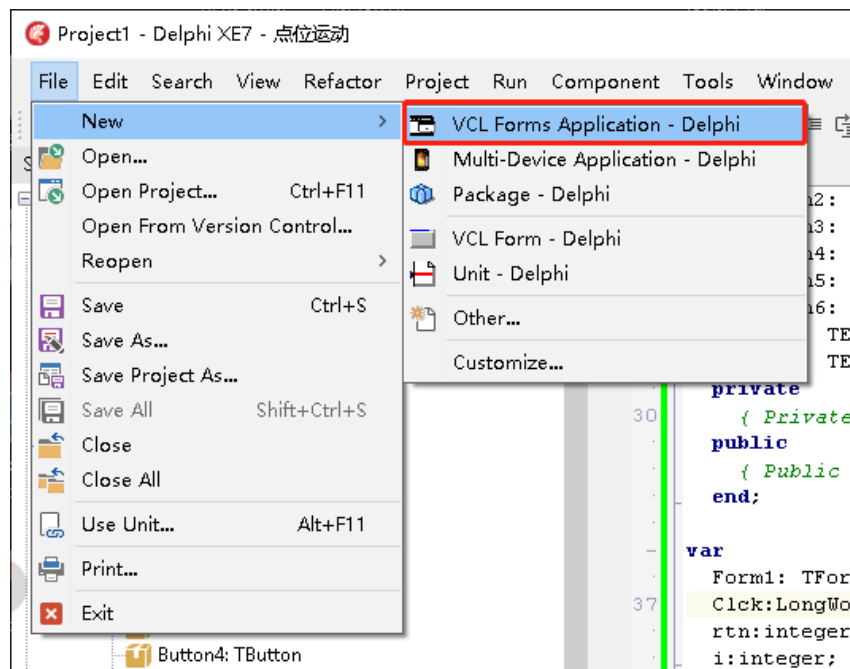
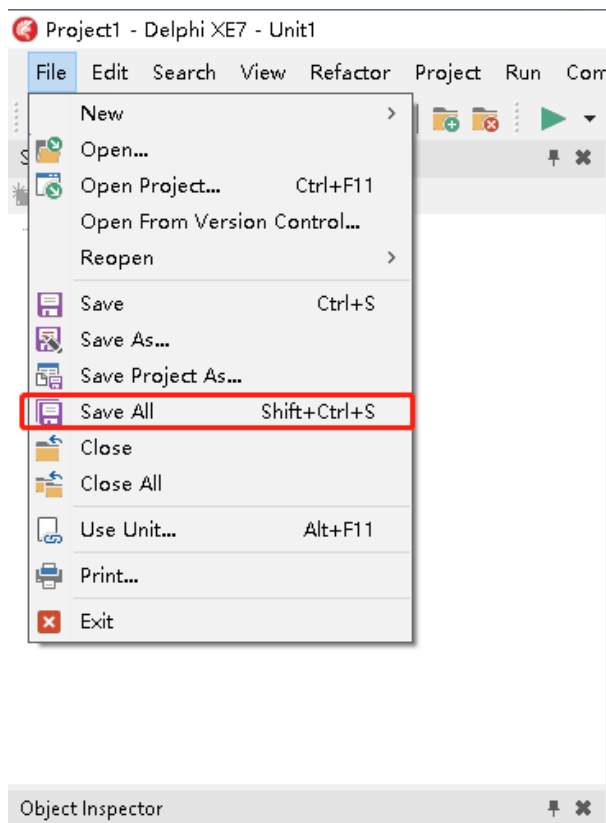

图 10
图 11
2、然后依次点击“文件”——“新建”——“可视化应用程序”，新建一个可视化应用工程。然后点击文件，将文件全部保存到桌面的文件夹中。如图 10，图 11。